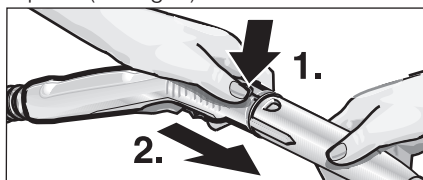

Fig. 5: Separar os acessórios
- Para retirar os acessórios carregar a tecla de desbloqueio (C3 ou G3) e puxe as peças para separar (ver Fig. 5).